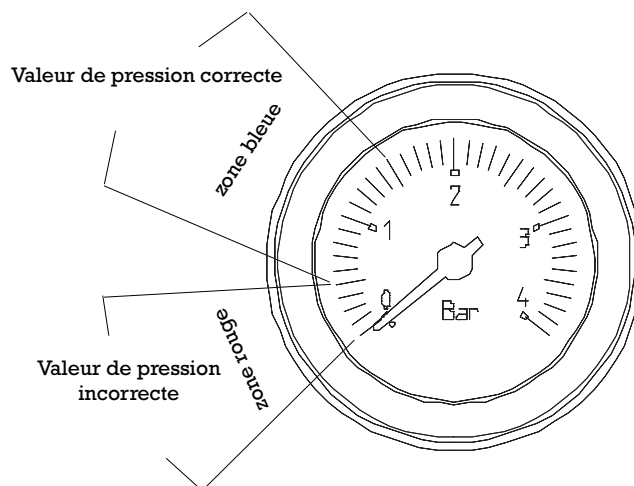

Fig. 3.10
- ouvrir de deux ou trois tours le bouchon du purgeur automatique (A)
- placer le robinet d'entrée d'eau froide (B) sur la position "remplissage" (manette vers le bas) et ouvrir le petit robinet (C) du disconnecteur jusqu'à ce que la pression indiquée par le manomètre atteigne 1 bar (fig. 3.10).